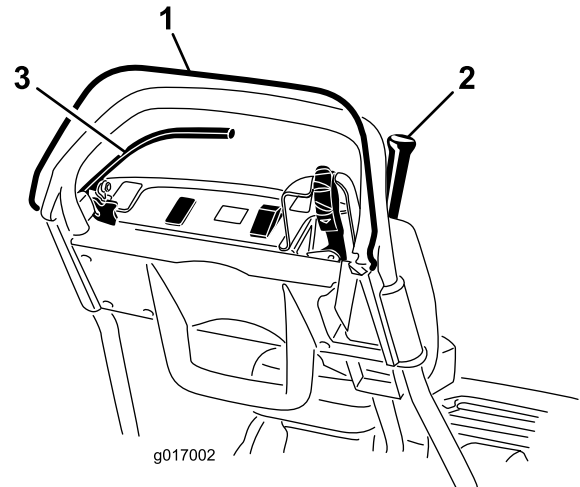

图27
3. 放开操作员到位控制装置后、尝试接合牵引杆（图27）。牵引杆应该不能接合。
4. 压下操作员到位控制装置并接合牵引杆、然后松开操作员到位控制装置（图27）。
5. 压下操作员到位控制装置并将换挡控制杆移至左侧、接合牵引和滚刀驱动装置、然后松开操作员到位控制装置（图27）。
6. 压下操作员到位控制装置并将换挡控制杆移至左侧、接合牵引和滚刀驱动装置、将换挡控制杆移至右侧、分离滚刀驱动装置（图27）。
2. 压下操作员到位控制装置、接合牵引杆并使发动机控制装置处于启动位置（图27）。
2. 分离牵引杆、接合刹车并使发动机控制装置处于启动位置（图27）。
4. 发动机运行时、接合刹车（而非手刹）、压下操作员到位控制装置并接合牵引杆（图27）。
5. 发动机运行时、接合手刹锁定装置、压下操作员到位控制并接合牵引杆（图27）。